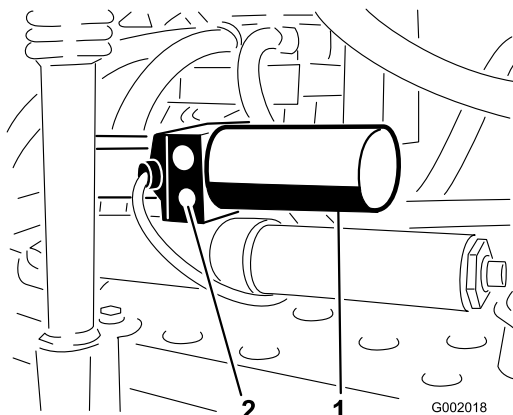

Figura 72
1. Coloque a válvula de descarga manual no accionador para cada rampa. A válvula de descarga manual é a válvula de descarga mais pequena e encontra-se num dos lados do corpo do accionador (Figura 72).